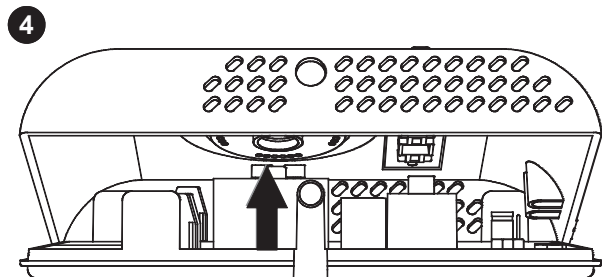

Fig. 5 - Abb. 5
2. Posicionar los interruptores de corredera como se indica en el ejemplo de Fig. 6 (**B**). De este modo el campo de rotación estará reducido como en el arco indicado en **F** de Fig. 5.
- Tourner la calotte en exerçant une légère pression jusqu'à l'extraire complètement (Fig. 5).
- Positionner les cavaliers mécaniques comme indiqué dans l'exemple de la Fig. 6 (E). De cette façon, le champ de rotation est réduit comme dans l'arc indiqué au point F de la Fig. 5.
- Drehen Sie nun den Deckel nach oben, um diesen vollständig zu entfernen (Abb. 5).